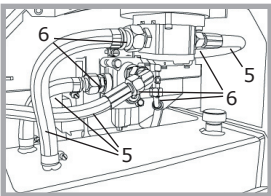

Abb. 5
Die Hydraulikschläuche (5) und sämtliche Verbindungsstellen (6) an der Hydraulikanlage müssen kontrolliert werden, um eventuelle undichte Stellen zu erkennen und zu beseitigen (siehe Abb. 5).